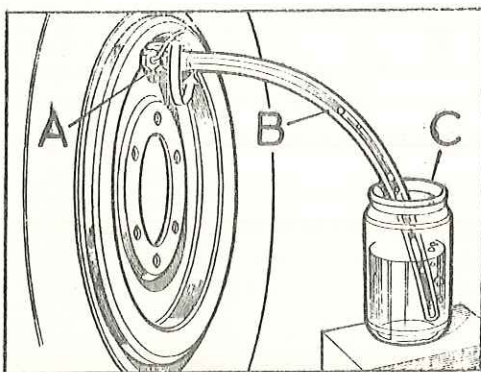

Fig. H-11 Sangrado del cilindro de rueda
Para sangrar, aflojar el racord correspondiente habiendo conectado al -- mismo previamente un tubo de plástico transparente con el extremo introducido en un recipiente de recogida adecuado (Fig. H-11).
- 3.2.5. Aflojar el racord de sangrado habiendo conectado al mismo previamente un tubo de plástico trasparente con el extremo libre sumergido en un recipiente que contenga un poco de líquido de frenos limpio. De esta forma se evitará que ingrese aire en el sistema durante la operación de sangrado (Fig. H-11).